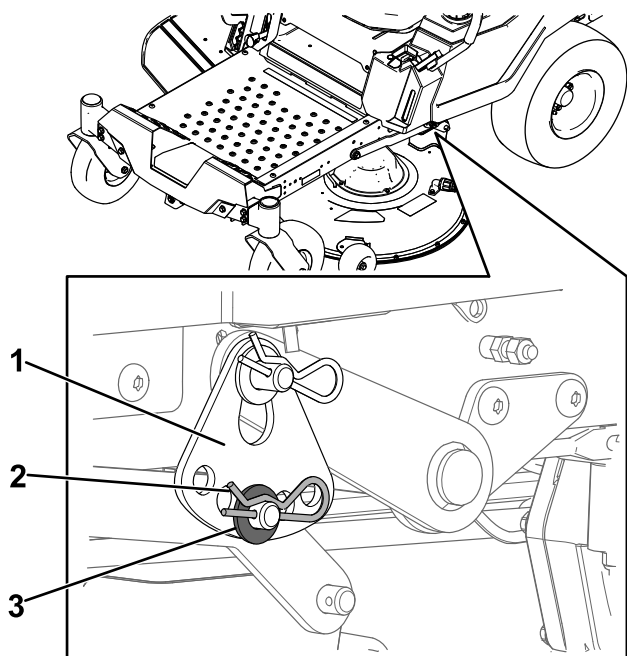

Figure 67
6. Retirez la goupille fendue et la rondelle de l'axe inférieur du bras de levage (Figure 67).